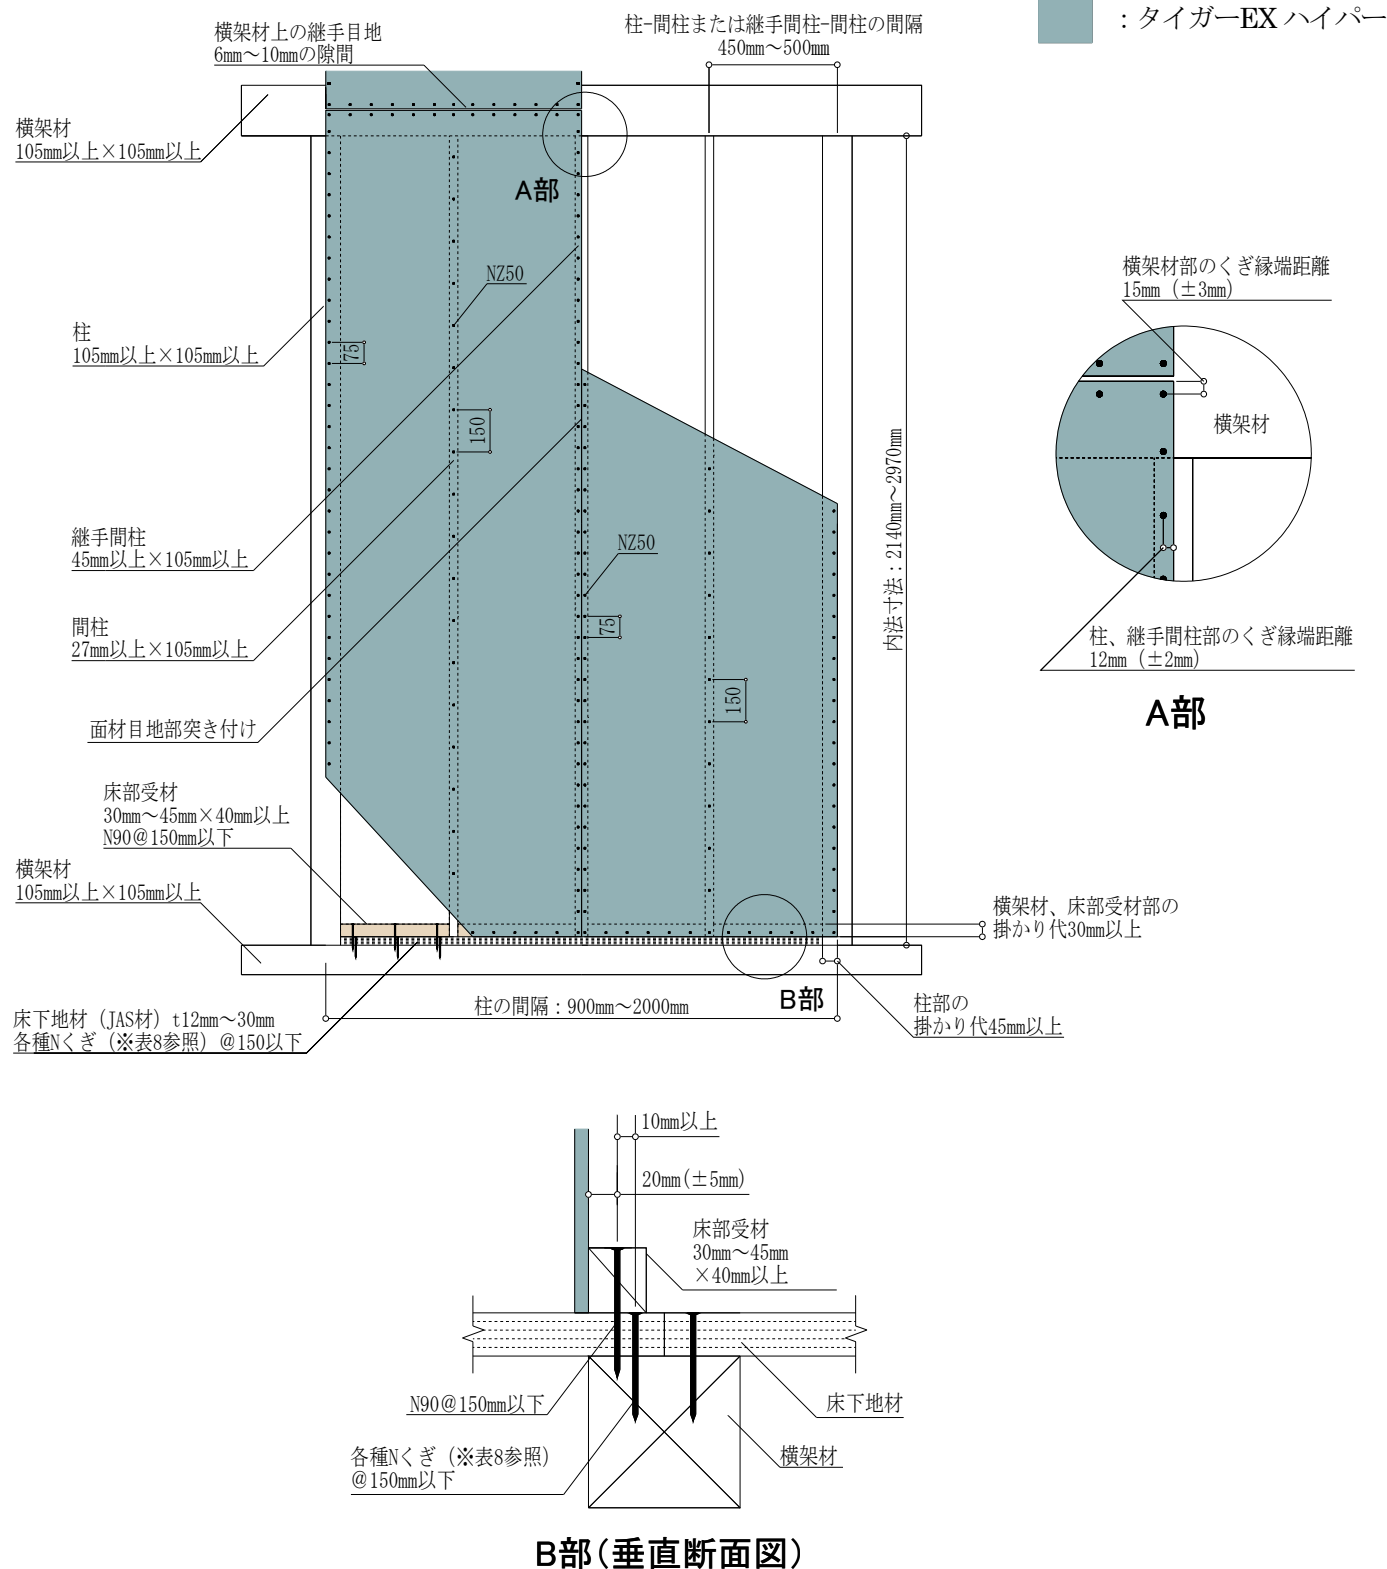

図7 床勝ち仕様 (FRM-0679 : 2.2 倍) 施工概略図 (2P の場合)
施工においては、図7および注意事項に記載の内容を遵守してください。
- ・タイガーEX ハイパーは、原則 1 枚張りとし、縦継ぎ張りについては、P30「⑨縦継ぎ張りについて」をご確認ください。
- ・図 7 は 2P の施工例となっておりますが、1P の場合も耐力壁とできます。